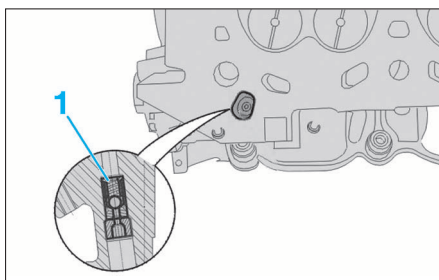

FIG. 83
- Remplacer systématiquement le clapet antiretour (1) (Fig.83).